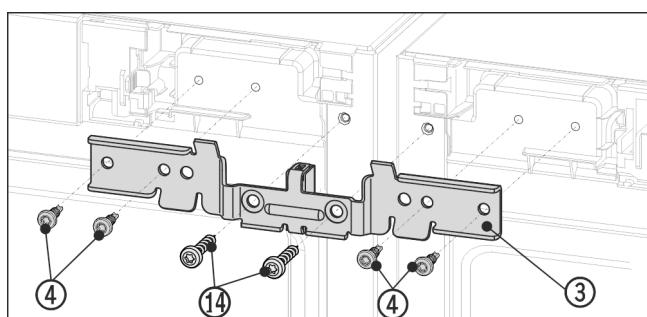

Fig. 12 Примерное отображение
- Надвиньте угол Fig. 12 (3) с помощью распорной детали между устройствами и на цапфы. Слегка прикрутите угол четырьмя винтами Fig. 12 (4) и ранее выкрученными винтами заземления Fig. 12 (14) поочередно справа с слева.